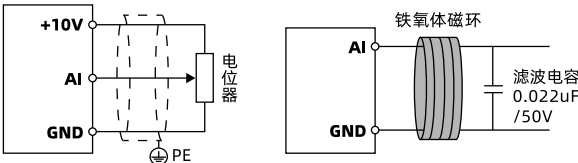

图 3-36 AI1 端子接线 (电压输入)
- 使用内部 10V 电源时，接线与 AI1 相同，见图 3-36。